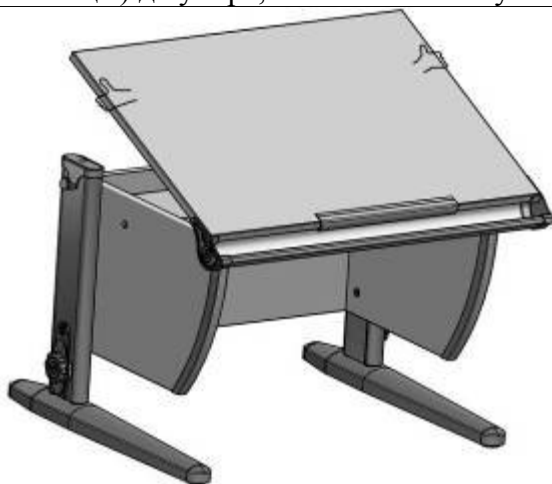

Рис. 33
- 6.5.1. Приподнять столешницу (держась за дальний левый или правый угол столешницы) на нужный угол наклона. (См. рис. 33)